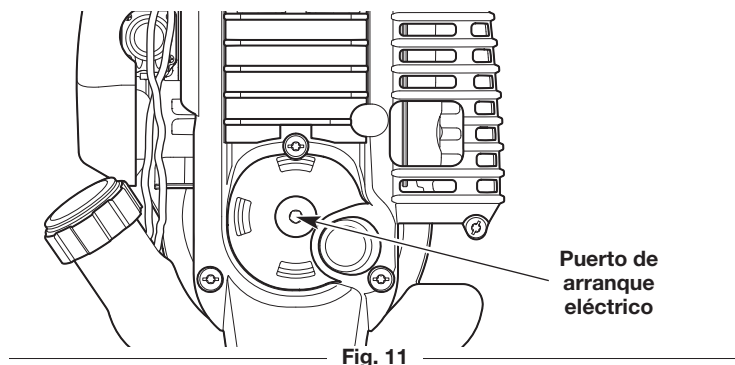

Fig. 11
6. Inserte el accesorio de arranque eléctrico dentro del orificio de arranque eléctrico (Fig. 11). Consulte la sección *Funcionamiento* del manual del operador del accesorio de arranque eléctrico.